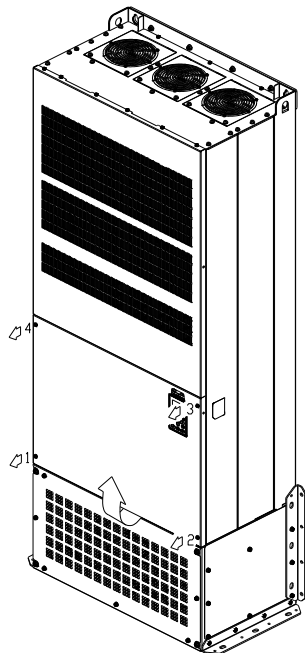

Рис. 1
1. Выкрутите винты 1–4 и снимите крышку (Рис. 1)